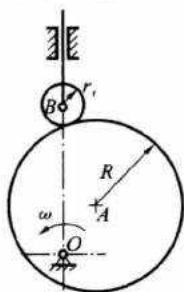

图 1-3
3. 如图 1-3 所示凸轮机构, 凸轮的实际廓线为一圆, 半径 $R=40\text{ mm}$, 凸轮逆时针转动。圆心 A 至转轴 O 的距离 $l_{OA}=25\text{ mm}$, 滚子半径 $r_f=8\text{ mm}$ 。试确定: